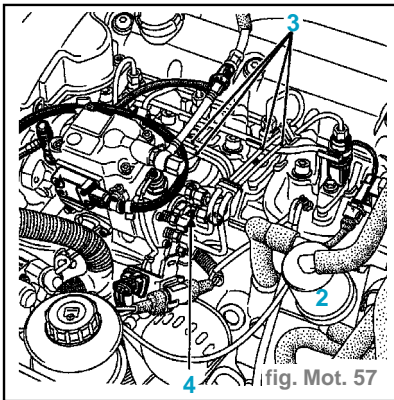

fig. Mot. 57
- Déposer le décanteur d'huile (2) et les tuyaux (3) haute pression de gazole. (fig. Mot. 57)